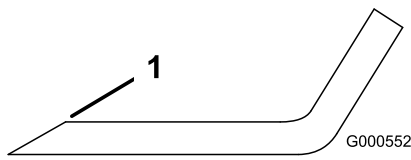

図 78
1. ブレードは、左右の刃先をやすりで磨く(図 78)。
注 もし傾くようなら、重い方の裏面を少し削って調整する 図 78。